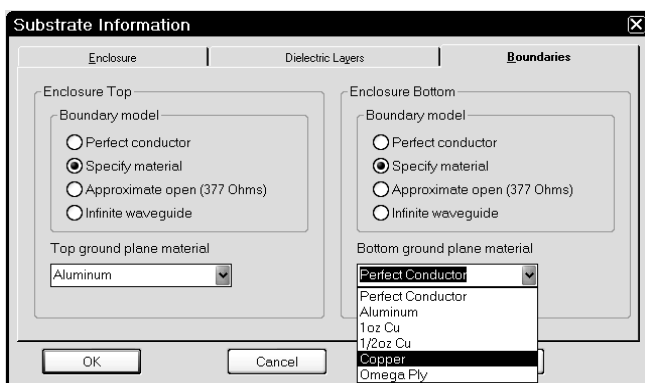

Рис. 1.33
10. На вкладке **Boundaries** (Границы, рис. 1.33) в области **Enclosure Top** (Верх корпуса) отметьте **Specify material** и в поле **Top ground plane material** введите **Aluminum**, щёлкнув по кнопке в правом конце этого поля. В области **Enclosure Bottom** (Низ корпуса) отметьте **Specify material** и в поле **Bottom ground plane material** введите **Copper**, щёлкнув по кнопке в правом конце этого поля. Нажмите **OK**.